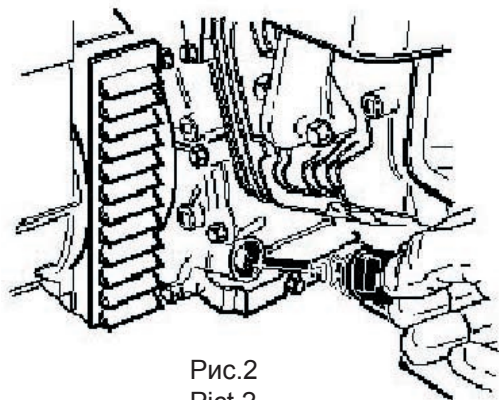

Рис.2
-Контроль уровня смазочного масла (Рис.2)